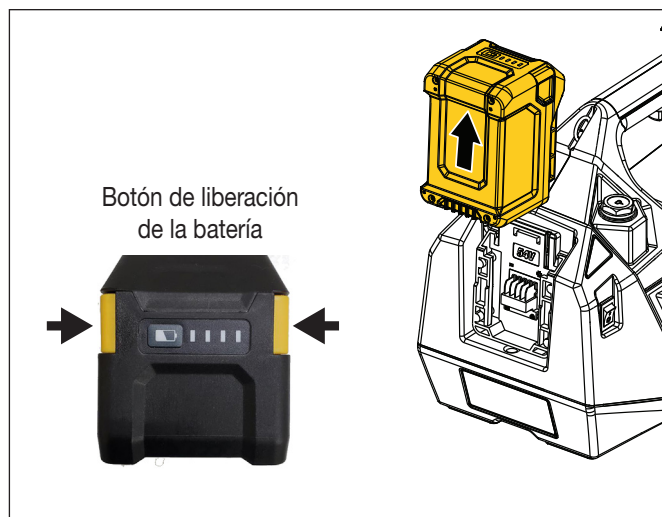

Figura 4: Extracción de la batería (típico)
- **Para retirar la batería:** Mantenga pulsados los botones de liberación situados a ambos lados de la batería. A continuación, extraiga la batería de la interfaz y sáquela de la herramienta sin cable. Véase Figura 4.